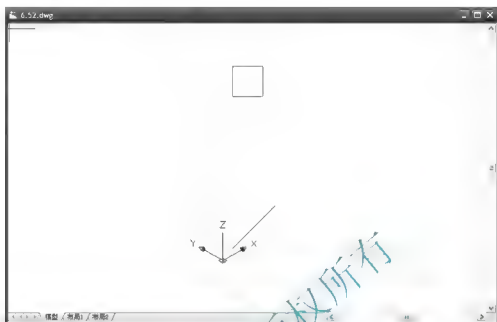

图 6.52 显示的目标对象
(1) 在命令行输入“Dview”后按 Enter 键，执行【设置三维视点】命令。
(2) 在选择对象或 <使用 DVIEWBLOCK>：提示下，按 Enter 键，表示将 AutoCAD 的三维建筑实例作为设置三维视点时显示的目标对象，结果如图 6.52 所示。